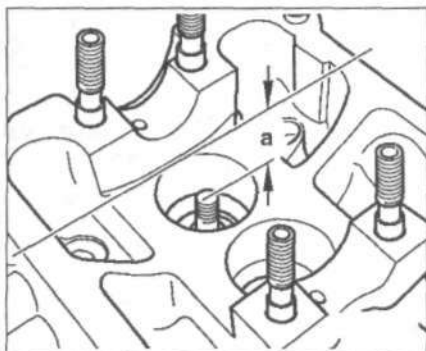

Рис. 4.25. Измерьте расстояние между концом стержня клапана и верхним краем головки блока цилиндров.
2. Измерьте расстояние между концом стержня клапана и верхним краем головки блока цилиндров (рис. 4.25).